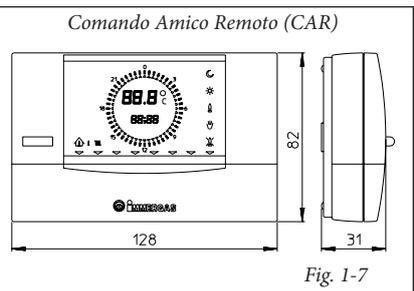
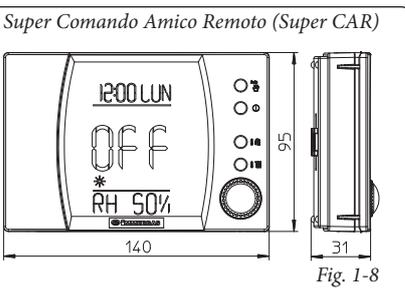

Fig. 1-7
Fig. 1-8
- Sono disponibili 2 tipologie di comandi remoti: Comando Amico Remoto (CAR) (Fig. 1-7) e Super Comando Amico Remoto (Super CAR) (Fig. 1-8) entrambi con funzionamento di cronotermostati climatici. I pannelli dei cronotermostati consentono all'utente, oltre alle funzioni illustrate al punto precedente, di avere sotto controllo e soprattutto a portata di mano, tutte le informazioni importanti relative al funzionamento dell'apparecchio e dell'impianto termico con la opportunità di intervenire co-